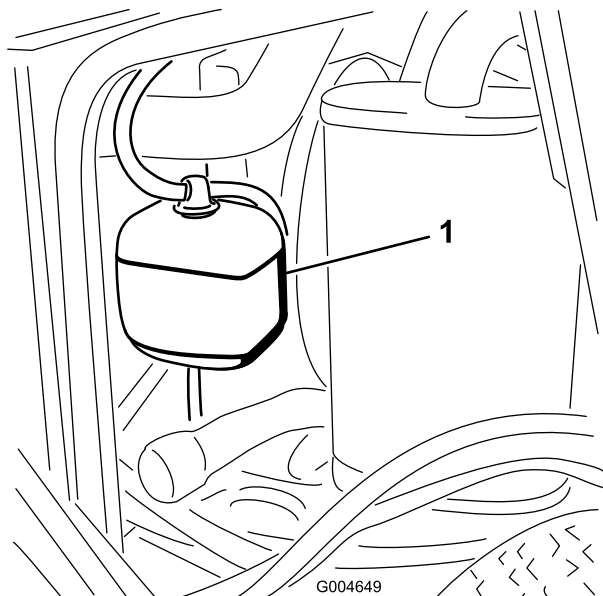

図 55
1. 液量の点検は補助タンクで行う(図 55)。タンク側面についている2本のマークの間にあれば適正である。